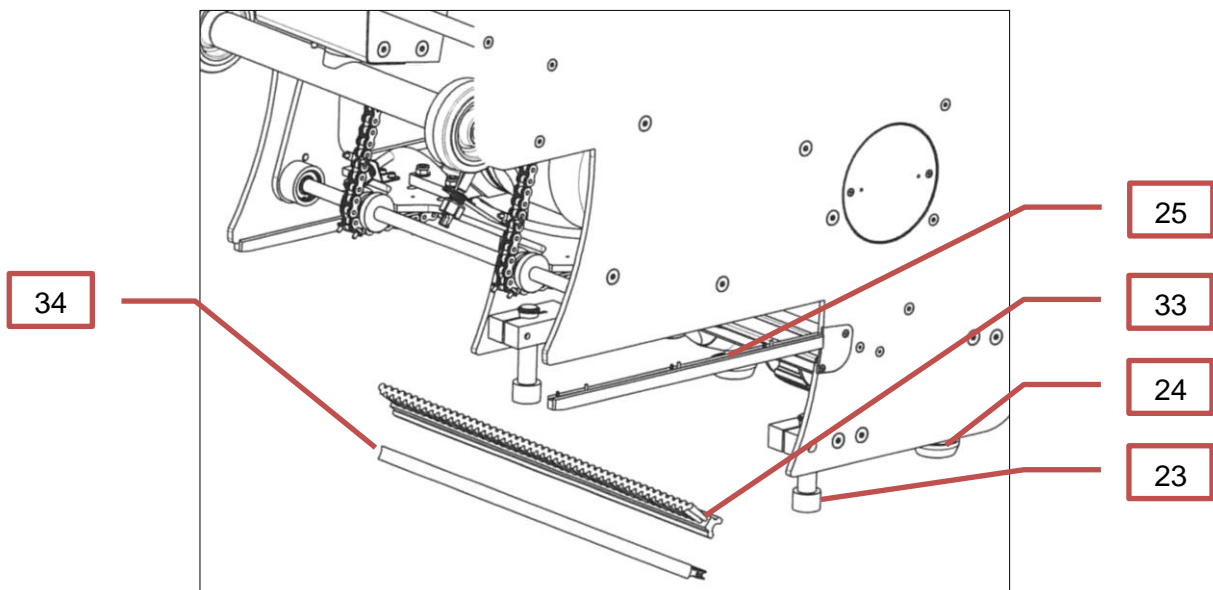

Bild 19 Dichtleiste / Gleitschiene
- Den Schmutzwassertank (21) nach Gebrauch immer leeren und mit Wasser ausspülen
- Bürsten (1) überprüfen und reinigen.
- Absaugwanne (32) ausspülen.
- Abstreifbürste (33) reinigen.
- Reinigen und leichtes Einölen der ausgefahrenen Stellantriebe (22).
- Dichtleiste (34) prüfen, ggf. erneuern (Bild 19: Dichtleiste / Gleitschiene).
- Ketten (35) auf Spannung prüfen und, falls nötig, mit Kettenspanner spannen
- Ketten (35) reinigen und mit einem Kettenspray einsprühen.
- Sprühdüsen (36) prüfen, ggf. reinigen.
- Gleitschienen (25) rechts und links prüfen. Bei Verschleiß erneuern (Bild 19: Absaugwanne / Dichtleiste).
- Abstreifbürste (33) und Dichtleiste (34) nach entfernen des Deckels (3) durch die Öffnung (4) wechseln (siehe Kapitel 3.2: Bürsten montieren)